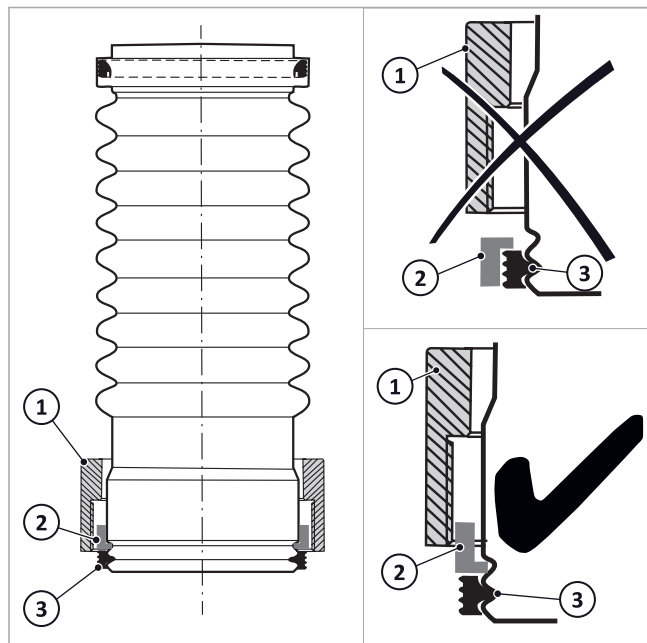

Fig. 60: raccordo a vite inserito
- Secondo → fig. 60 spingere il dado di sicurezza (1), l'anello elastico (2) e la guarnizione (3) lungo l'estremità inferiore del raccordo per lo scarico dei fumi.